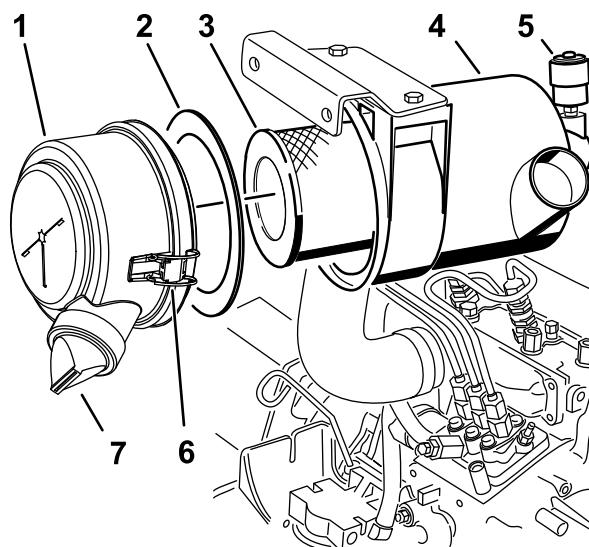

Рисунок 32
- Произведите техническое обслуживание фильтра воздухоочистителя (Рисунок 32).